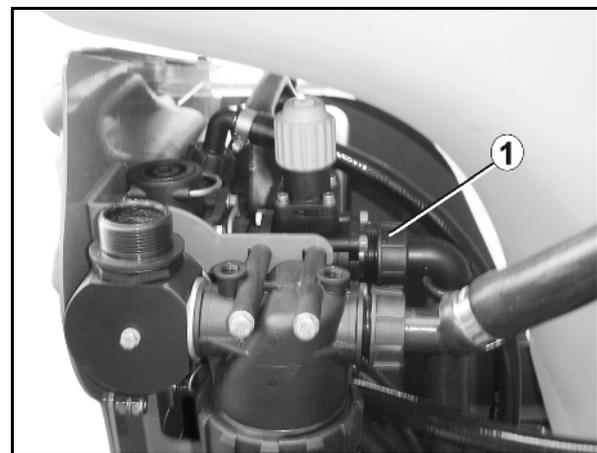

Fig. 154
1. Desserrez la collerette (Fig. 154/1).